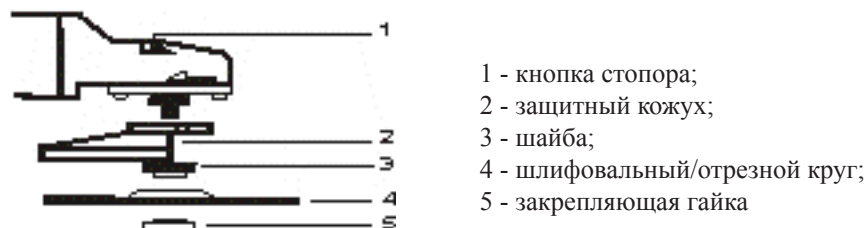

рис. 2
7.1 Для монтажа рабочего круга отключите от сети штепсельную вилку шлифмашины. Фиксируя вал нажатием кнопки «1» механизма стопорения (рис.2), смонтируйте круг в соответствии с рис. 2. Для закручивания гайки используйте ключ, имеющийся в комплекте поставки. Не прилагать усилия затяжки более 3 кг/м². Проверьте вращение шпинделя с кругом (вращение от руки должно быть свободным).
7.3 В случае затруднения демонтажа рабочего круга, во избежание поломки стопора «1» (рис.2), используйте гаечный ключ для удержания шпинделя шлифмашины.